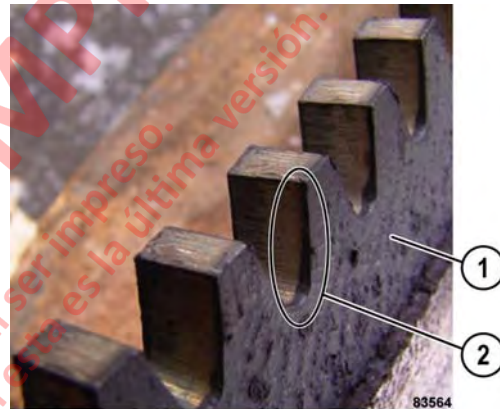

FIGURA 7-4. DIENTES INTERIORES DEL DISCO DE FRICCIÓN
1. Revise que los dientes interiores de cada disco de fricción no tengan rebabas ni exceso de adhesivo (consulte la Figura 7-4).